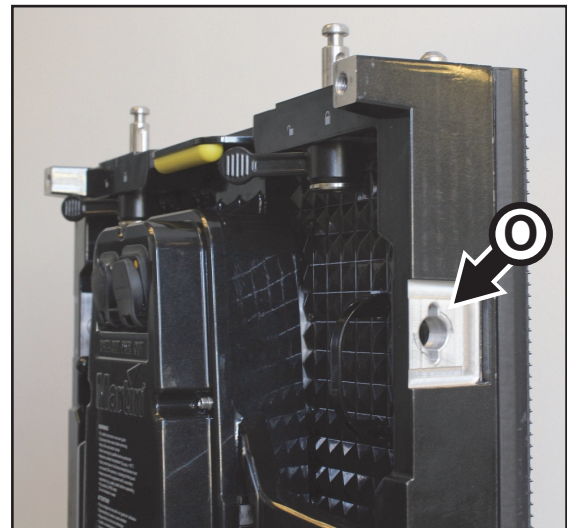

Bild 15: Bohrung für den waagrechten Verbinder.
1. Siehe Bild 15. Beachten Sie die Position der Bohrung **O** an der Seite des Panels. Sie dient als Aufnahme und Riegel des waagrechten Verbinders.